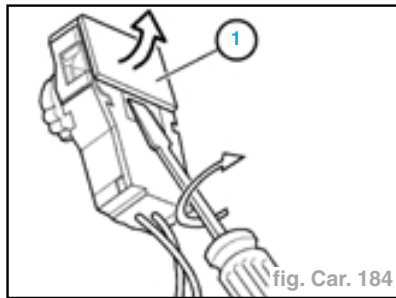

fig. Car. 184
- Déverrouiller le connecteur airbag : Libérer le verrouillage (1) avec un tournevis. (fig. Car. 184)